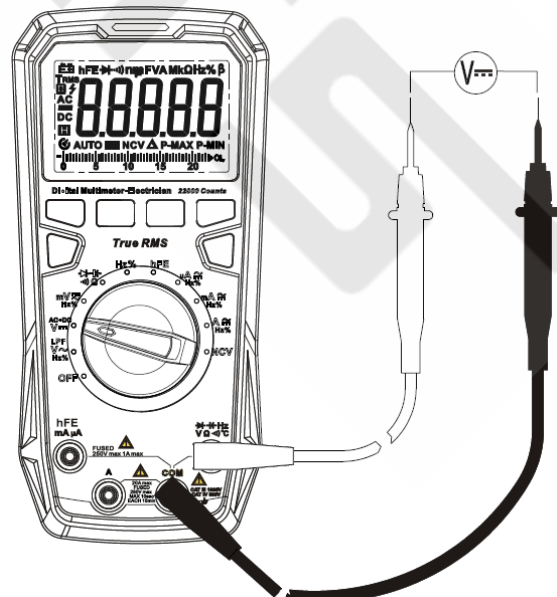

Рисунок 5
8.2. Измерение постоянного напряжения (см. рисунок 5)